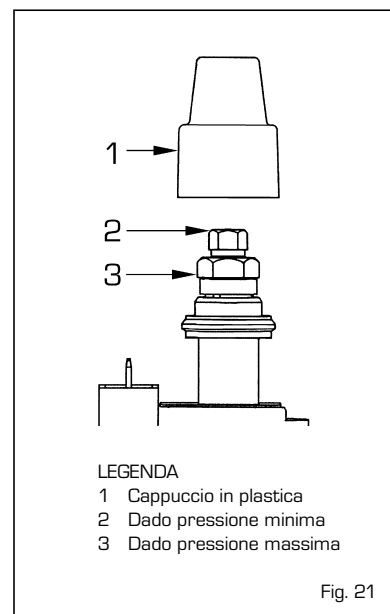

Fig. 21
4.2.1 Regolazione pressione massima e minima (fig. 21)